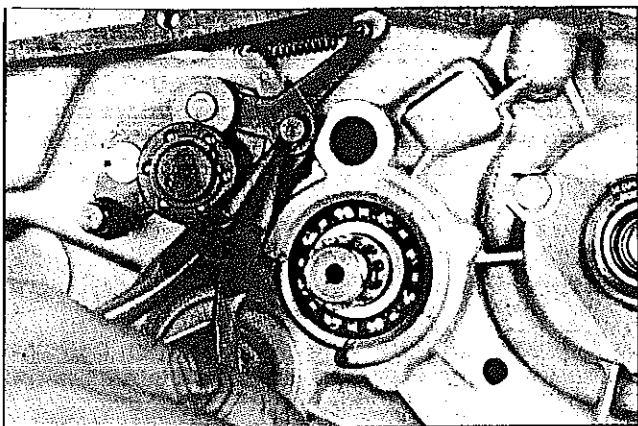

FIG. M21 - A. ANEL ELÁSTICO
- a. Retirar o anel elástico que fixa a alavanca posicionadora do ponto morto e o conjunto posicionador eixo do trambulador aos eixos-garfos e retirá-las. Figura M21.